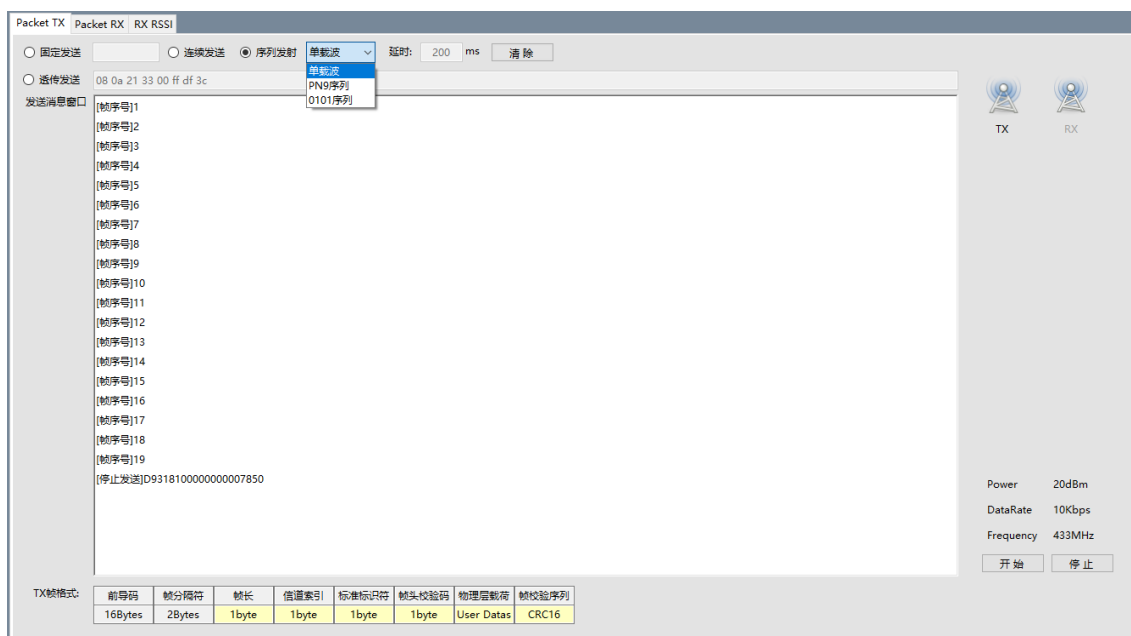

图 3-18 HW3000 Packet TX 页面
- ◇ 透传发送模式：可自定义发送数据，填写到发送文本框中。数据格式为十六进制，第一个字节代表包长度。例如，在图 3-18 的透传发送框中，首字节的“08”表示数据长度是 8 个字节。